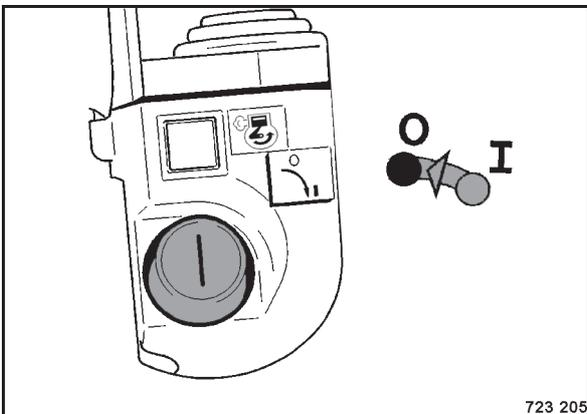

Bild 64
- Zündstartschalter (Bild 64) in Stellung "0" drehen.